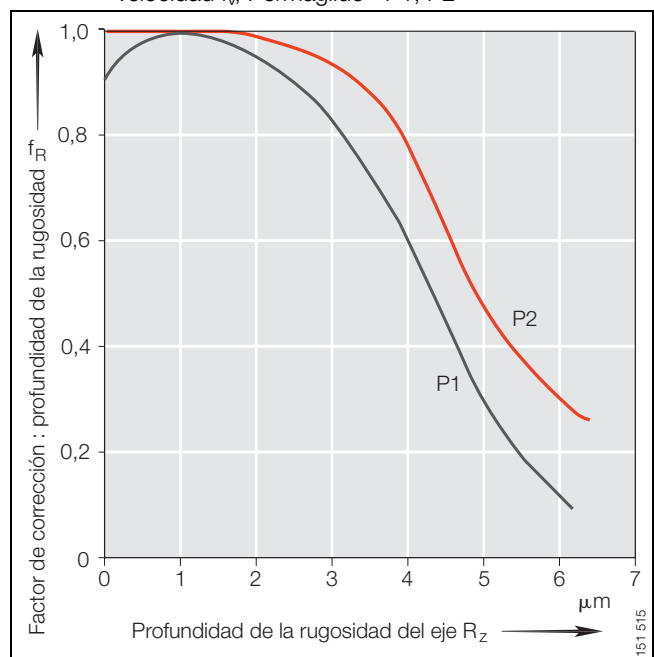

Figura 7 · Factor de corrección: rugosidad f_R , Permaglides® P1, P2
Factor de corrección: rugosidad, figura 7, página 15
- Factor de corrección: rugosidad f_R , figura 7, página 15